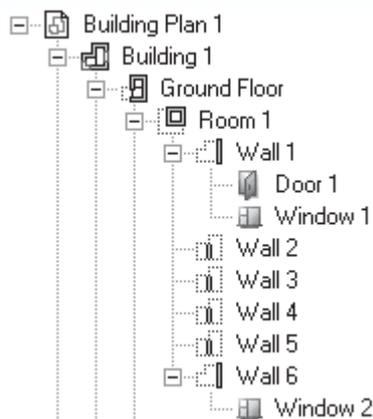

Рис. 1.1. Пример иерархического представления строительного плана, созданного на основе объектного подхода
- Построенная модель (чертеж) может быть представлена в виде иерархического дерева (рис. 1.1), что облегчает навигацию по проекту, поиск и редактирование его отдельных частей.